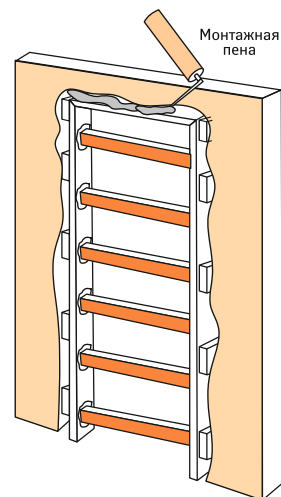

Рис. 4
• Используя прокладки из гофрокартона, установите в проем распорки (рис. 4).